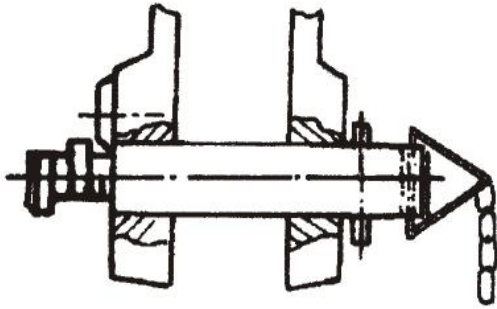

Fig2. Vrid och tryck på den fasta axeln två gånger och låt den gå in i den andra tunneln
2. Ankare: Fast axel ska användas för att förankra repet runt hissen. Anslut ställinan eller hängaren med den fasta linan och bind den andra änden till lasten, master etc. Det finns en avslappningssäkringstunnel på den fasta axeln. När den fasta axeln är införd måste lyftanordningen vändas två gånger till den andra tunneln tills den kläms fast (Fig2). Då kan operationen göras. Observera vänligen. Ställinans ände måste vara på den övre delen av den fasta axeln så att repet inte blockerar och rör sig fritt.